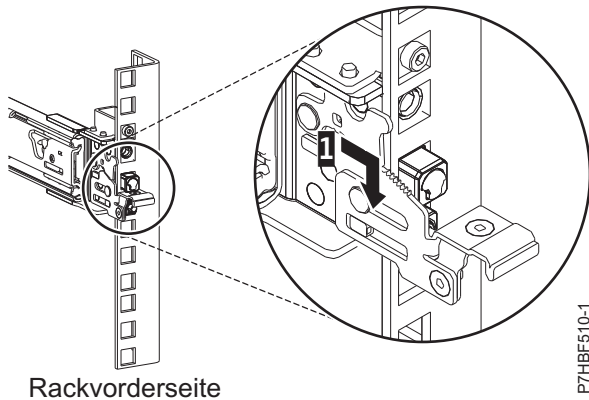

Abbildung 5. An der vorderen Schiene des Racks befestigte Stifte
6. Ziehen Sie die Schiene nach vorne und setzen an der Vorderseite der Schiene drei Stifte in die zuvor markierten Bohrungen in der ausgewählten EIA-Einheit ein. Senken Sie die Schiene ab (1), damit der hakenförmige mittlere Stift einrastet. Einzelheiten finden Sie unter Abb. 5 auf Seite 6.